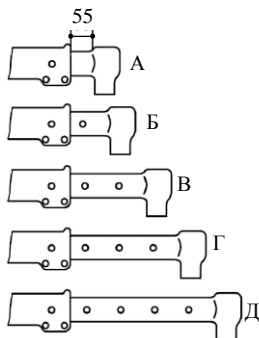

Рис. 6.13. Положения выдвигного кулака при формировании колеи передних колес
- передвинуть выдвигной кулак 5 (рис. 6.13) внутрь или наружу корпуса передней оси (табл. 6.2);